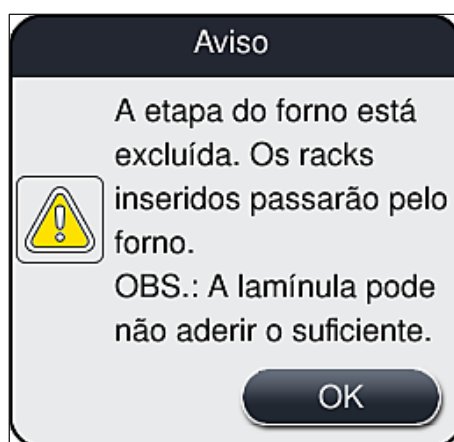

Fig. 36
3. Aplique a configuração pressionando o botão **Salvar** (→ Fig. 33-5) e observe a mensagem de informações subsequente (→ Fig. 36) e confirme com **OK**.